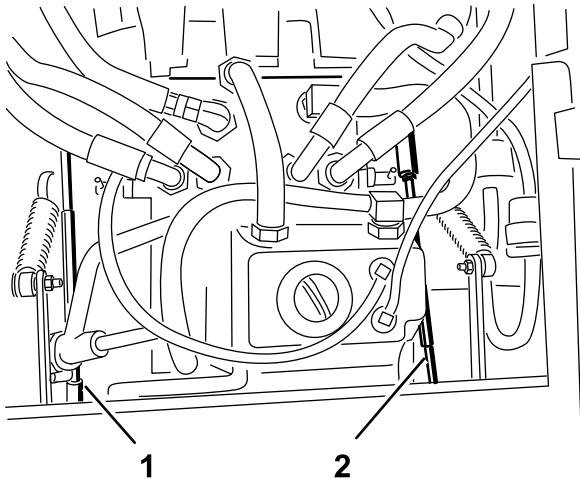

Figure 74
6. Réglez la longueur de la tige de pompe d'un côté en tournant le bouton dans le sens voulu, jusqu'à ce que la roue correspondante soit immobilisée ou tourne légèrement en marche arrière (Figure 74).